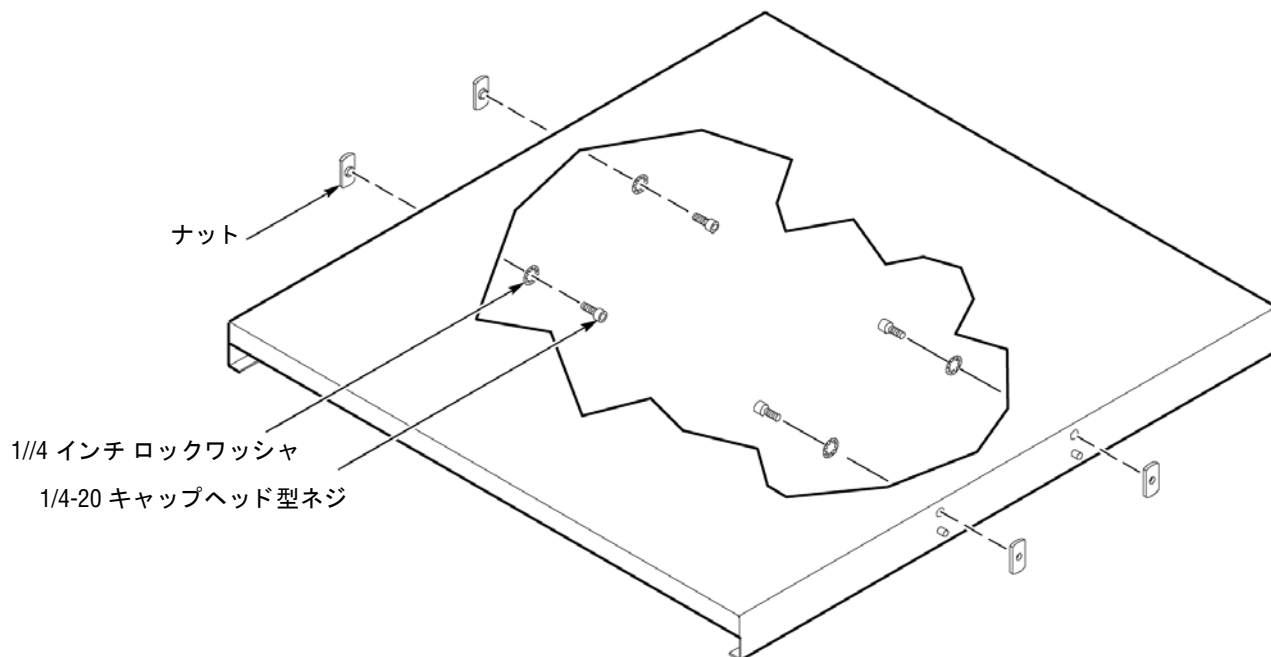

図 6: 棚板の準備
1. 図6に示すように棚板を準備します。棚板の両側面の4つの穴に、キャップヘッド型ネジ、ロックワッシャ、ナットを図に示すように取り付けます。ネジは固く締めずにゆるめにしておきます。ナットを1回転以上締めないでください。